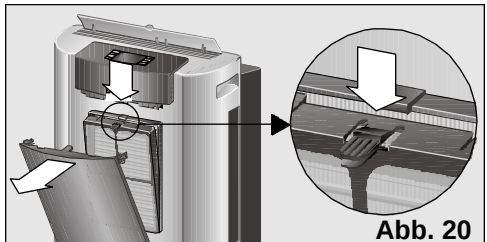

Abb. 20
Filterrahmen und waschen Sie den Grobstaubfilter und den Filterrahmen (**Abb. 20**) unter fließendem Wasser. Lassen Sie ihn vollständig trocknen, bevor Sie ihn wieder ins Gerät einsetzen.
- Den Grobstaubfilter aus dem Gerät herausnehmen, siehe Abb. 20.